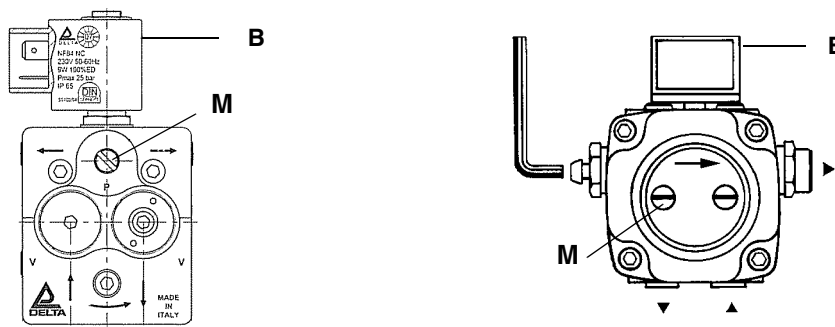

Рис. 10
- 8 заново подсоединить катушку **B** к насосу (Рис. 10);